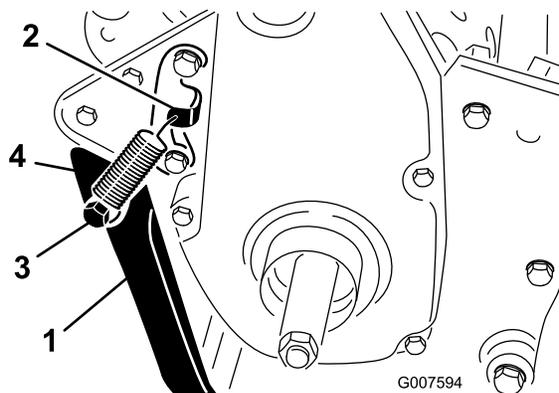

Рисунок 6
2. Зацепите пружину за отверстие в кронштейне пружины и за пружинодержатель, совместив откидную подставку с монтажными отверстиями в задней части рамы (Рисунок 6).
3. Прикрепите откидную подставку к обеим сторонам рамы с помощью болта, стопорной шайбы, проставки, плоской шайбы и контргайки (Рисунок 6).